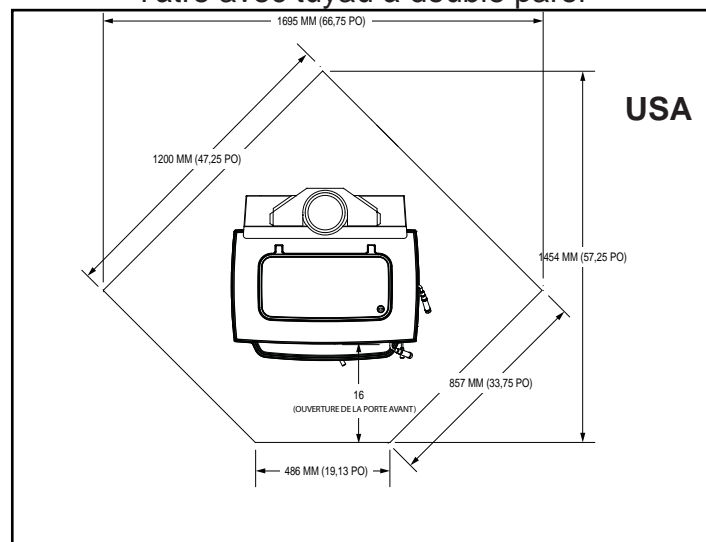

Figure 14.4
***Exception :** Les sols incombustibles doivent être protégés sous le conduit de cheminée (s'il est horizontal) et la protection doit se prolonger de 51 mm (2 po) de chaque côté du conduit. **Voir figure 14.4.**